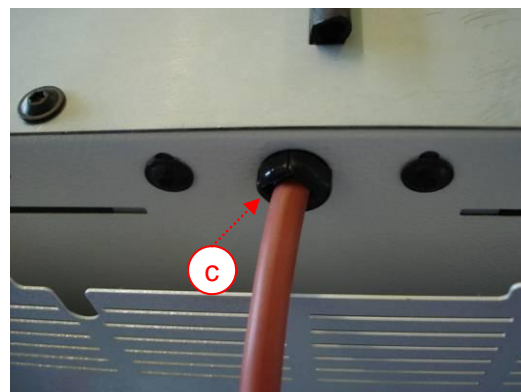

Abb. 31 – Zugentlastung Heizleitung
- Kabel-Zugentlastung (Abb. 31 c) am Gehäuse entfernen und Heizleitung entnehmen.